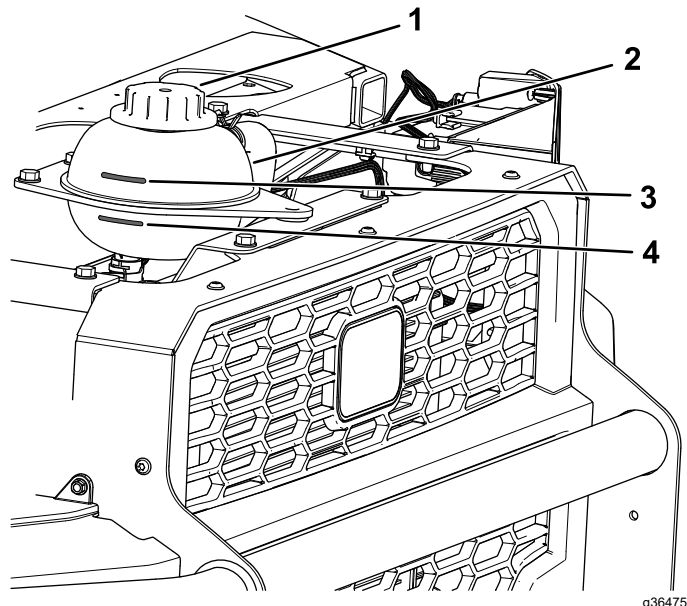

Figura 81
4. Controllate il livello del refrigerante nel serbatoio del refrigerante (Figura 81).